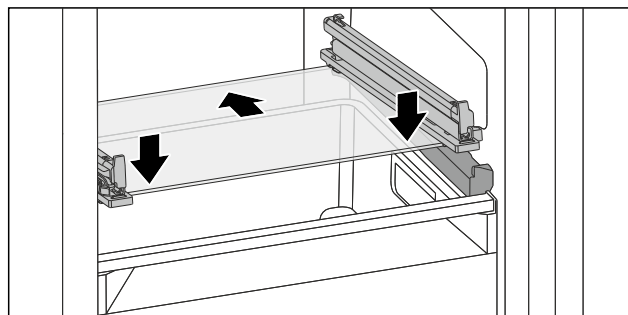

Fig. 178 Стеклянная пластина откидного выдвижного ящика
- ▶ Наклоняя вниз, установите стеклянную пластину за стопоры. (см. Fig. 178)